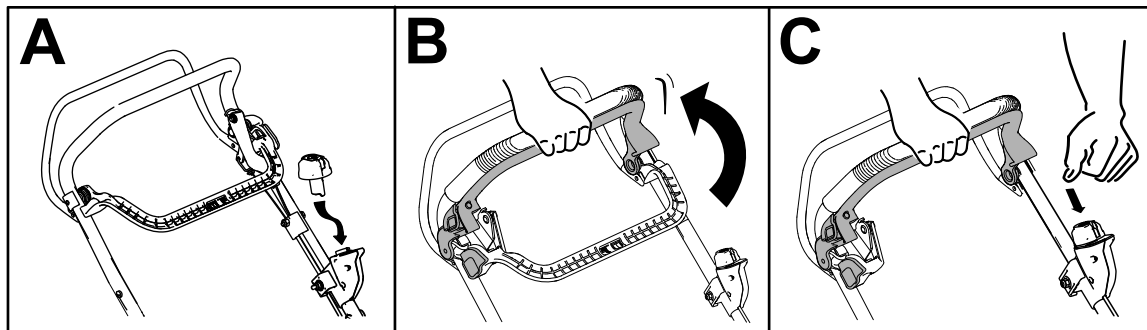

Figure 14
2. Insérez le bouton de démarrage électrique dans l'interrupteur de démarrage électrique (A de la Figure 14).
3. Serrez la barre de commande de la lame contre le guidon (B de la Figure 14).
4. Appuyez sur le bouton de démarrage électrique jusqu'à ce que le moteur démarre (C de la Figure 14).